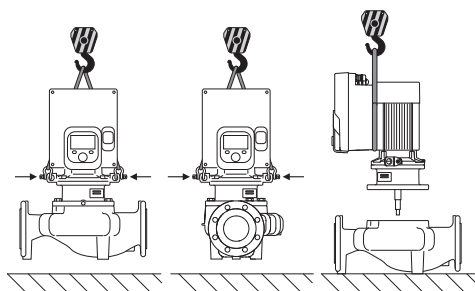

Fig. 6: Uređaj za dizanje s okomitim vratilom motora
Pumpu valja transportirati dopuštenim sredstvima za prihvat tereta (koloturnikom, dizalicom itd.). Sredstvo za prihvat tereta treba pričvrstiti na transportne ušice na priрубnici motora. (Fig. 6, ovdje prikazano: uređaj za dizanje s okomitim vratilom motora).
2. Utični komplet (Fig. 4) za osiguranje prikladnim sredstvima za podizanje pričvrstite na transportne ušice. Kako se jedinica ne bi prevrnula, omotajte petlju pojasa prema Fig. 6 oko motora i adaptera elektroničkoga modula. Pri učvršćivanju izbjegavajte oštećenje elektroničkoga modula.